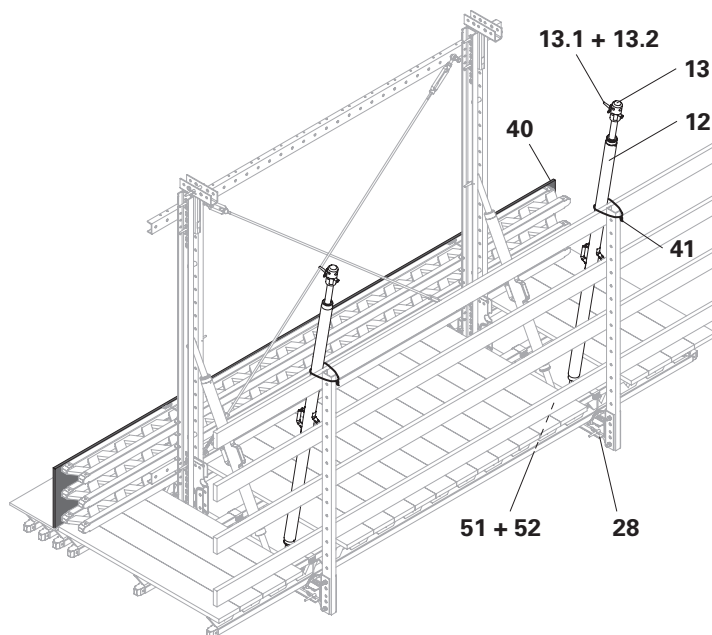

Fig. B4.16
9. Fissare il manto (**40**) alla trave reticolare GT 24 della cassaforma laterale con viti per legno o chiodi. (Fig. B4.16 + B4.17)